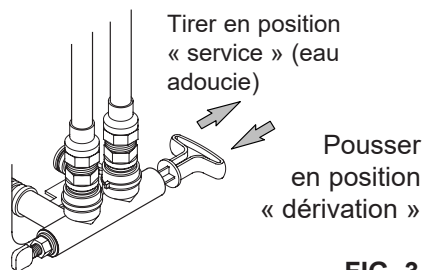

FIG. 3
- Mettre le by-pass en position **dérivation** (Cf. Figure 3).